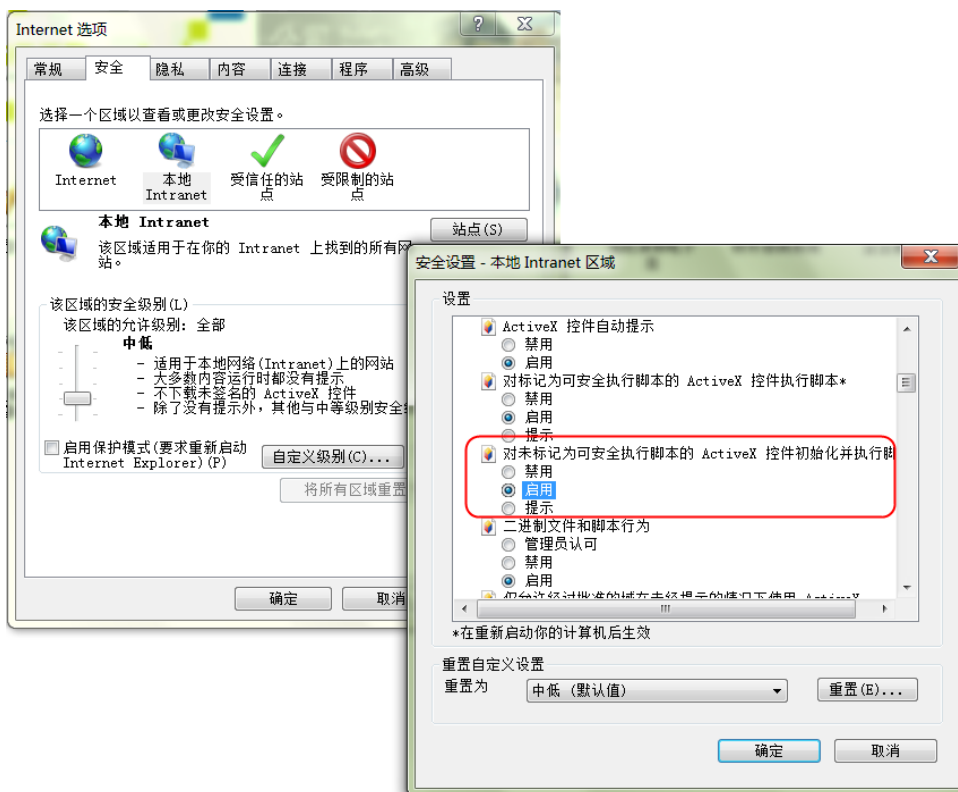

图3-7 启用 ActiveX 控件
5. 如图 3-7 所示，设置启用对没有标记为安全的 ActiveX 控件进行初始化和脚本运行。